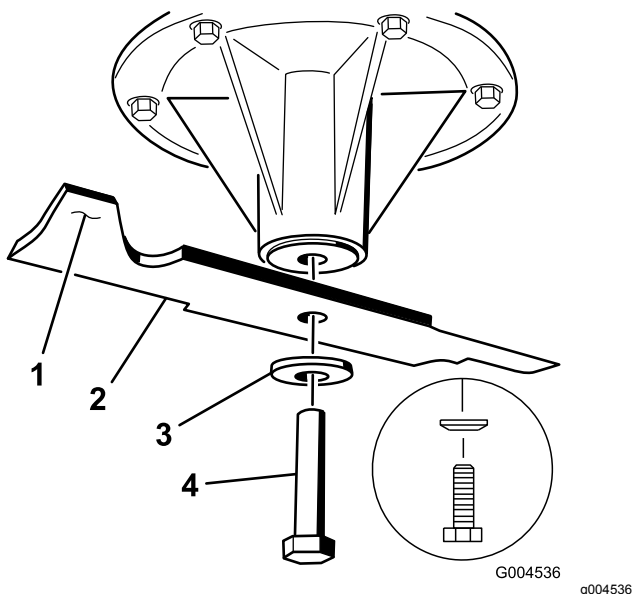

Figura 78
1. Instale la cuchilla en el eje (Figura 78).
2. Instale la arandela de muelle y el perno de la cuchilla (Figura 78).
Nota: El cono de la arandela de muelle debe estar orientado hacia la cabeza del perno (Figura 78).